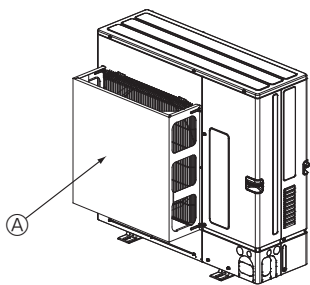

Fig. 2-15
① Установите дополнительную защитную направляющую потока воздуха, если прибор устанавливается в местности, где наблюдаются ураганы с сильным ветром, который может дуть непосредственно в воздуховыпускное отверстие. (Fig. 2-15)